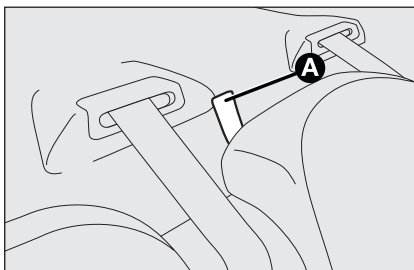

fig. 90
☐ tire hacia arriba los dispositivos de bloqueo **A** fig. 90 para desbloquear la parte izquierda o derecha del respaldo y acompañe el respaldo al cojín.
- ☐ tire hacia arriba los dispositivos de bloqueo **A-fig. 90** para desbloquear los respaldos y acompañarlos al cojín.